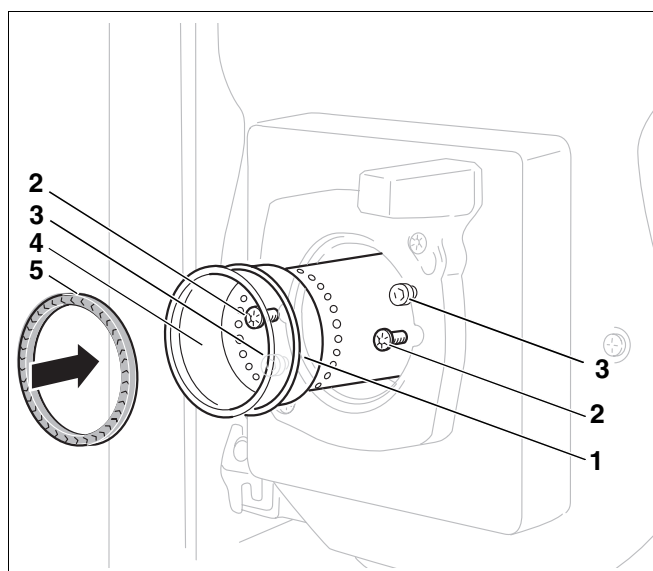

Abb. 37 Brennerrohr austauschen und Dichtung prüfen
- Die beiden Befestigungsschrauben (Abb. 37, **Pos. 2**) lösen.
- Altes Brennerrohr (Abb. 37, **Pos. 4**) herausnehmen.
- Neues Brennerrohr (Abb. 37, **Pos. 4**) und O-Ring (Abb. 37, **Pos. 1**) einbauen.
- Vor dem Einbau des Brenners die Dichtung (Abb. 37, **Pos. 5**, Seite 32) zwischen Mischsystem und Brennerrohr prüfen.
- Dichtung (Abb. 37, **Pos. 5**, Seite 32) in das Brennerrohr einsetzen.
- Den Brenner auf die beiden Schrauben im Brennerflansch (Abb. 37, **Pos. 3**, Seite 32) aufsetzen.
- Linksdrehung bis zum Anschlag und die Befestigungsschrauben (Abb. 37, **Pos. 2**, Seite 32) wieder anziehen.